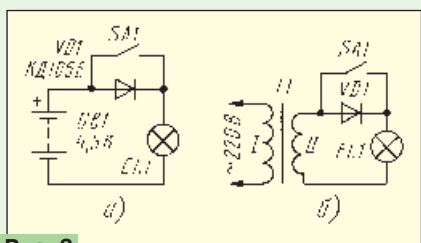

Рис. 3
**Регулятор яркости.** Как известно, в плоском карманном фонаре используется батарея 3336 напряжением 4,5 В и лампа на 3,5 В. При свежей батарее лампа светит весьма ярко. Если нужно, яркость можно несколько уменьшить, включив в ее цепь кремниевый диод VD1 и дополнительный выключатель SA1 (рис. 3,а). Смонтируйте этот узел на макете и убедитесь в его действии.
Эффективнее работает диод в цепи переменного тока (рис. 3,б), которым может питаться, скажем, ночник. Здесь при размыкании контактов выключателя SA1 происходит большее снижение напряжения (среднего напряжения) на лампе из-за проявления свойства диода — пропускать ток в одном направлении, в данном случае только при поло-